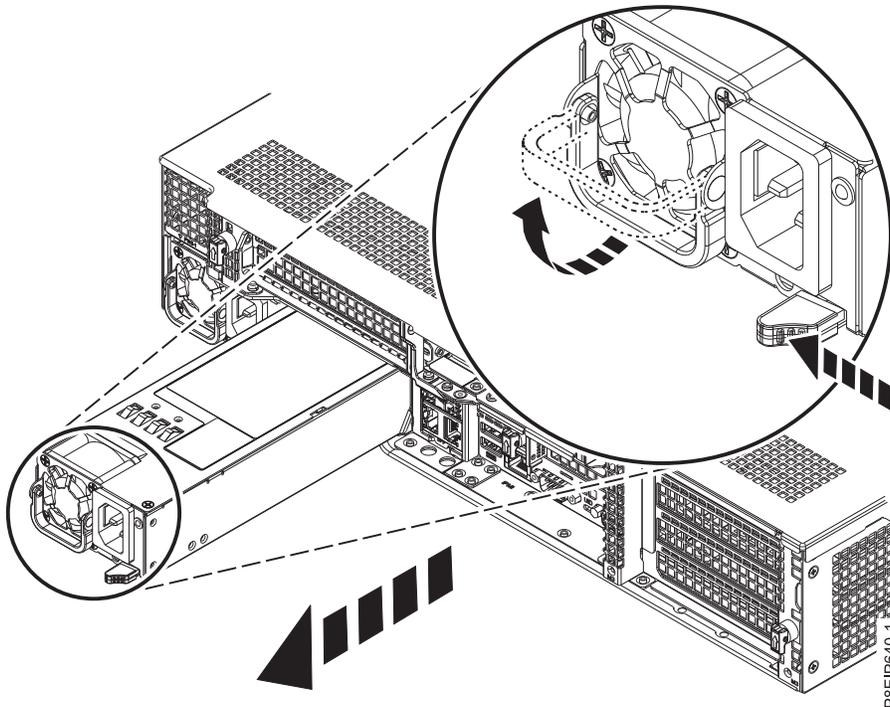

Abbildung 55. Ausbau eines Netzteils aus dem System
- a. Um das Netzteil aus seiner Position im System zu lösen, drücken Sie die Sperrzunge nach links (siehe Abb. 55 auf Seite 94).